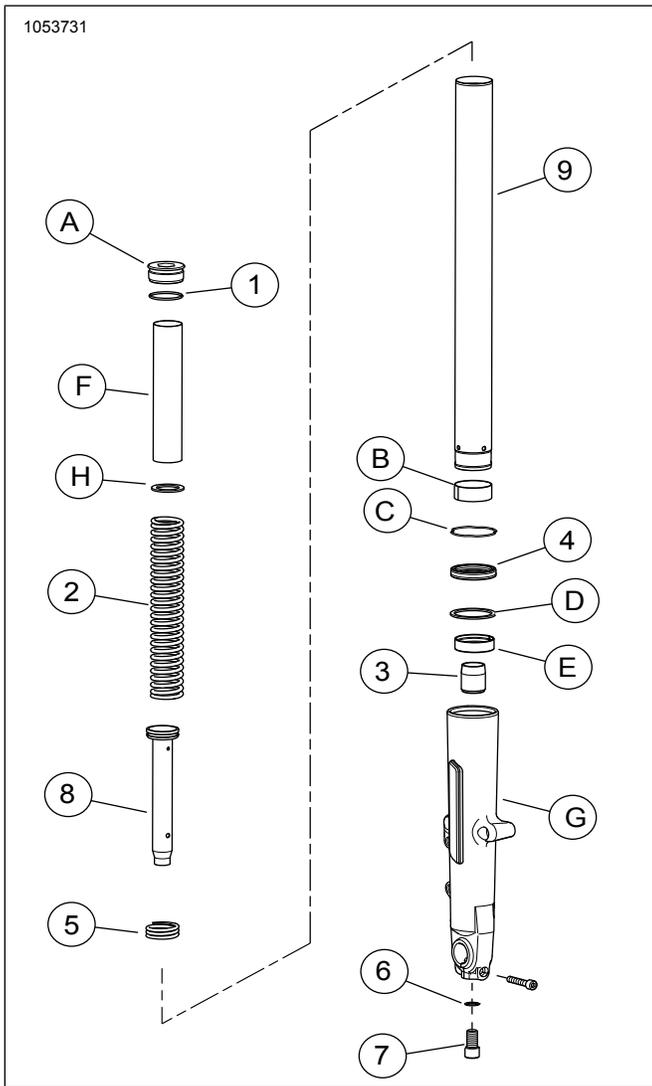
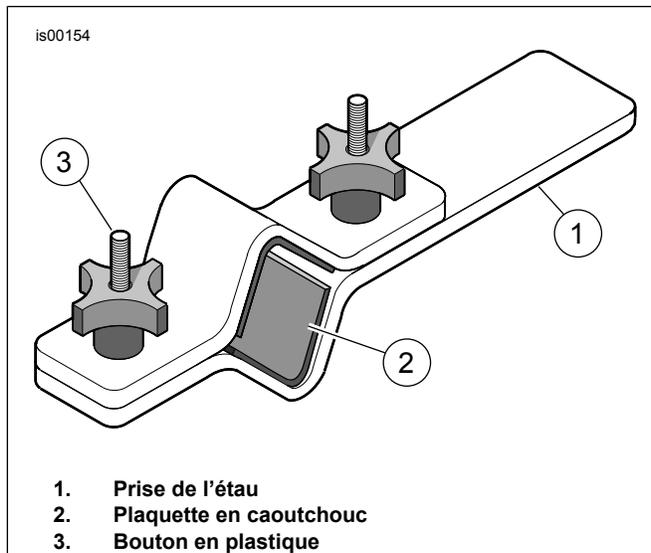

Figure 3. Fourche avant
Figure 6. Fork Tube Holder (Support de tube de fourche) (HD-41177)
- Voir la figure 6. Installer la fourche dans le support de tube de fourche (HD-41177) comme suit :
- Bloquer l'extrémité de l'outil (1) en position horizontale, dans un étau.
- Voir la figure 3. Avec le boulon de fourche (A) tourné vers le haut, serrer le tube de fourche (9) entre les plaquettes en caoutchouc sur le côté intérieur de l'outil. Serrer les boutons de manière à maintenir solidement le tube de fourche.